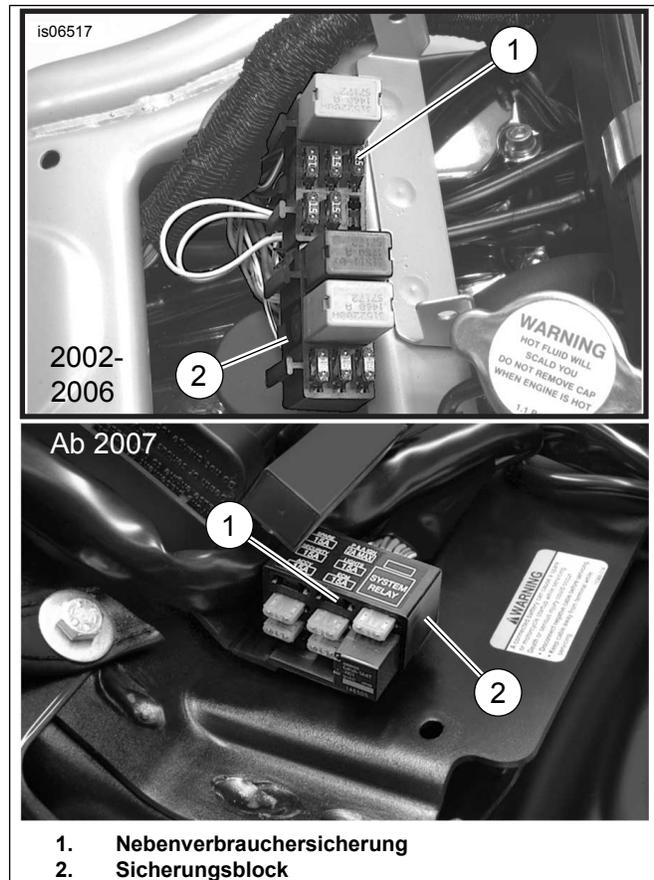

Abbildung 15. Einbauorte der Nebenverbrauchericherungen (V-Rod-Modelle)
1. Siehe Abbildung 15. Einen Bereich der Hauptkabelbaumhülle in der Nähe des Sicherungsblocks (2) an einer zugänglichen Stelle behutsam aufschlitzen. Den orange/weißen Draht des Hauptkabelbaums durchschneiden, der zum Sicherungshohlraum (1) führt und folgende Markierung trägt: